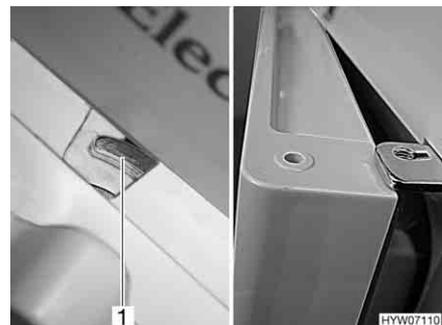

Bild 192 Kühlschranktür/Frosterfachtür in Lüftungsstellung (Dometic 7er-Reihe mit separatem Frosterfach)
- Verriegelung ganz nach rechts schieben. Die Kühlschranktür/Frosterfachtür ist mit Hilfe der Türarretierung (Bild 192,1) fixiert. Die Kühlschranktür/Frosterfachtür bleibt damit leicht geöffnet (Bild 192).